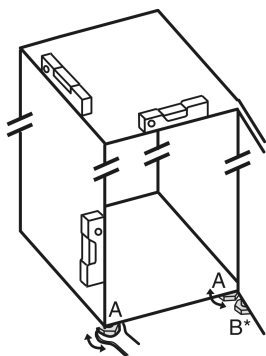

Fig. 27
- Svitare i piedini regolabili Fig. 27 (A) con la chiave a forchetta contenuta nella fornitura e con l'aiuto di una bilancia idrostatica, finché l'apparecchio non si trova in posizione stabile e piana.
- Con la chiave a forchetta in dotazione, svitare il piedino regolabile Fig. 27 (B) sul cuscinetto di supporto inferiore, fino a farlo appoggiare sul pavimento.
- Ruotare ulteriormente il piedino regolabile Fig. 27 (B) di 90°.